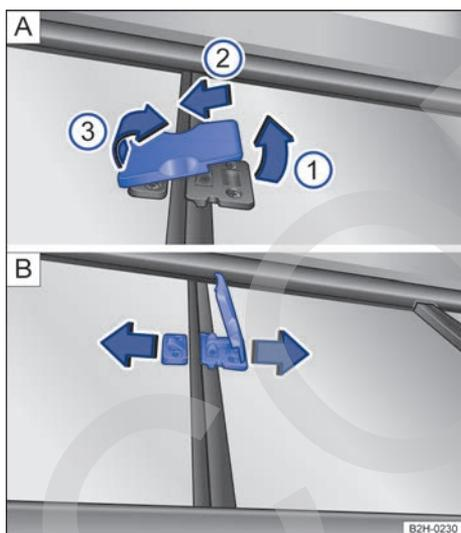

Fig. 33 En el panel trasero del techo rígido: bloqueo de la ventanilla corrediza.
- Tire del bloqueo → fig. 33 A un poco hacia arriba en el sentido de la flecha ①.
- Desplace el bloqueo en el sentido de la flecha ②, hasta el tope.
- Levante el bloqueo en el sentido de la flecha ③.
- Abra la ventanilla corrediza → fig. 33 B en el sentido de las flechas.
- Cierre la ventanilla corrediza → fig. 33 B en el sentido contrario al de las flechas.
- Baje el bloqueo → fig. 33 A en el sentido contrario al de la flecha ③.
- Desplace el bloqueo en el sentido contrario al de la flecha ②, hasta el tope.
- Cierre el bloqueo en el sentido contrario al de la flecha ①.